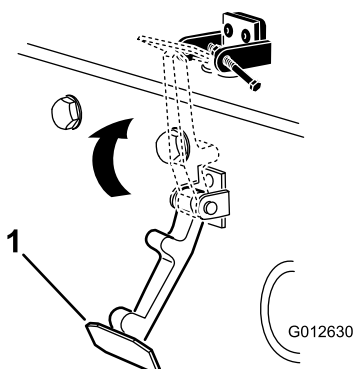

Figure 5
6. Accrochez le loquet du capot sur son support (Figure 5).